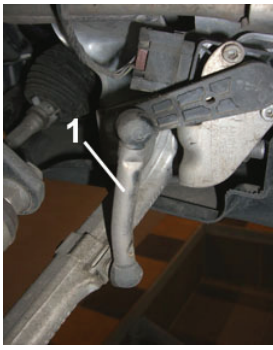

Fig. 1:
- **Fig. 1** Ggf. Gestänge für Leuchtweitenregulierung (1) aushängen.
- **Fig. 1** If necessary, detach linkage for headlight leveling control (1).
- **Fig. 1** Le cas échéant, décrocher la tige de réglage (1) de la portée des phares.
- **Fig. 1** Desmontar en caso necesario el varillaje para la regulación de los faros (1).